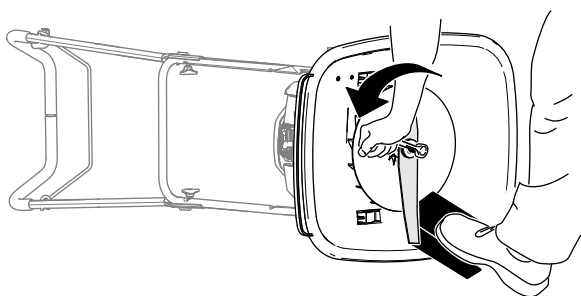

Figure 30
4. Immobilisez la lame avec un morceau de bois (Figure 30).